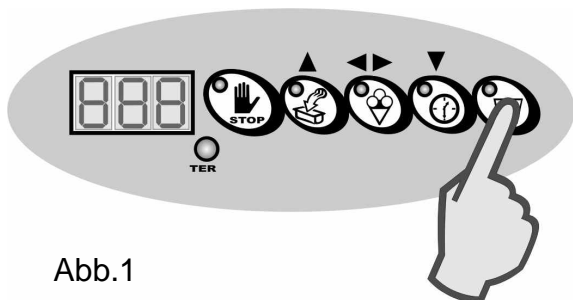

Abb.1
- Bei laufendem Zyklus drückt man 1 Mal die Taste GRANITA (Abb.1).